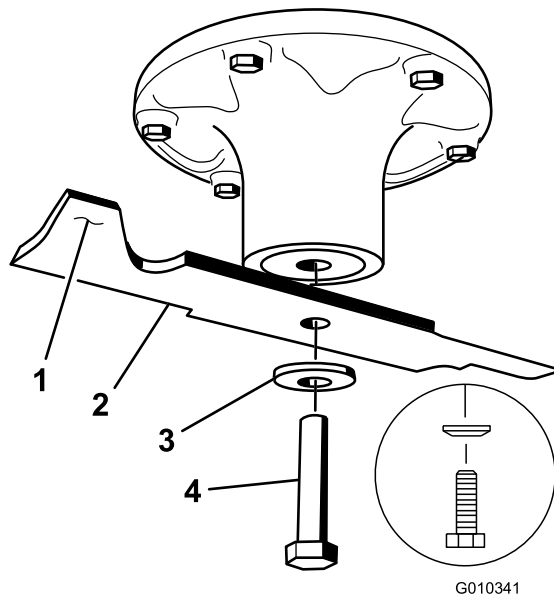

Figura 65
2. Retire del eje el perno de la cuchilla, la arandela curva y la cuchilla (Figura 65).